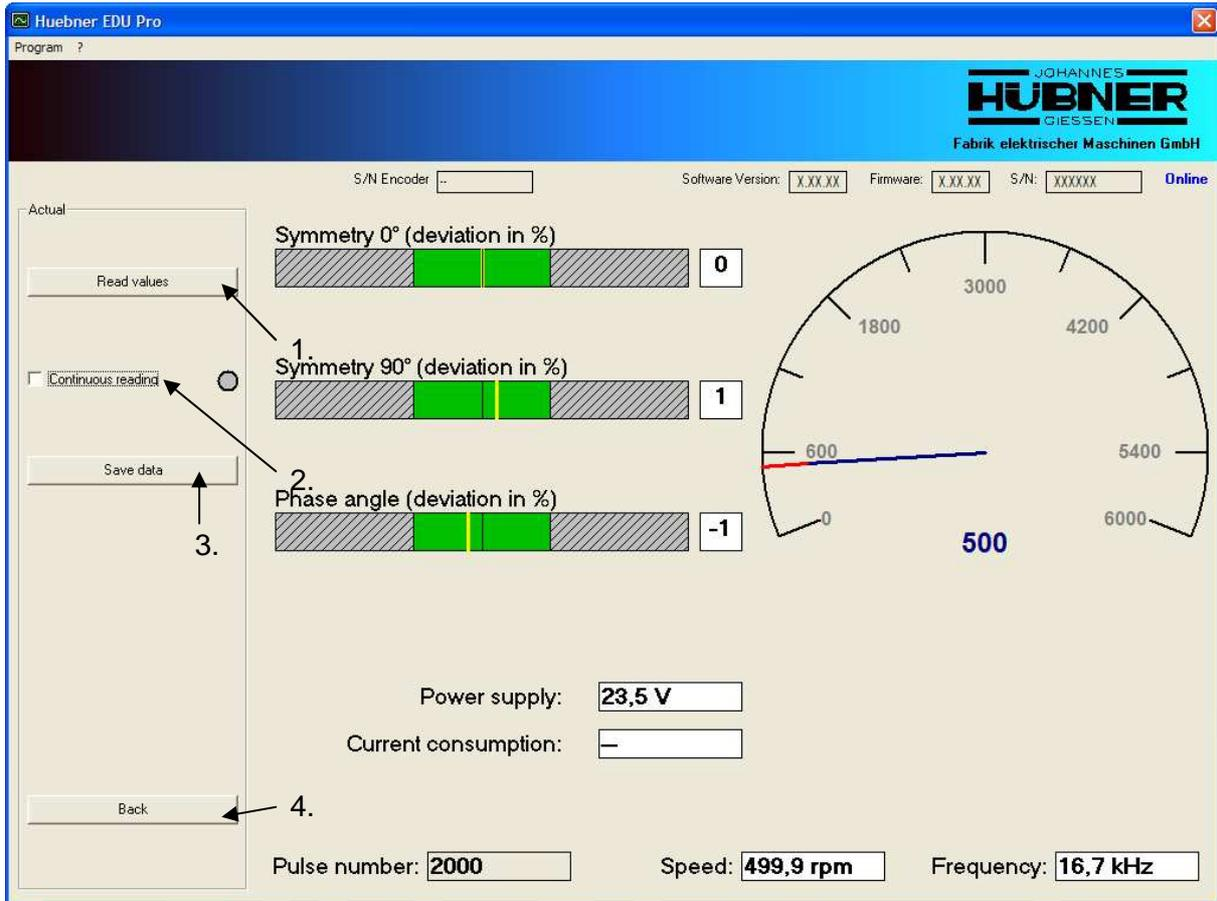

Fig. 15: Actual
4. – Button „Actual“ (Online measurement). Continue Fig. 15.